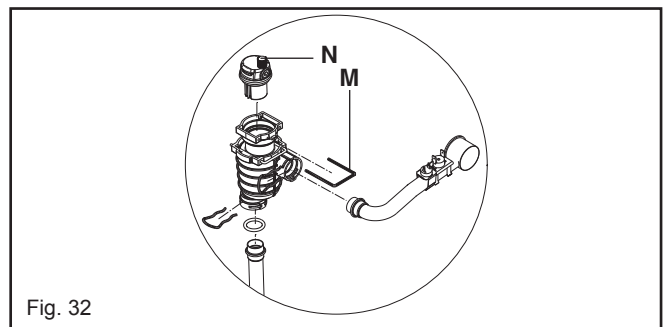

Fig. 32
6.7.1 TOP AUTOMATIC AIR RELEASE VALVE (fig. 32)